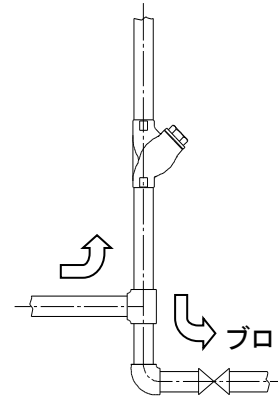

図3
- (3) 流れ方向が下から上になる配管の場合は、ブローバルブを設けて立上り管の最下部に溜ったスケールを取り除くようにしてください。(6.1 配管図例 図3参照)